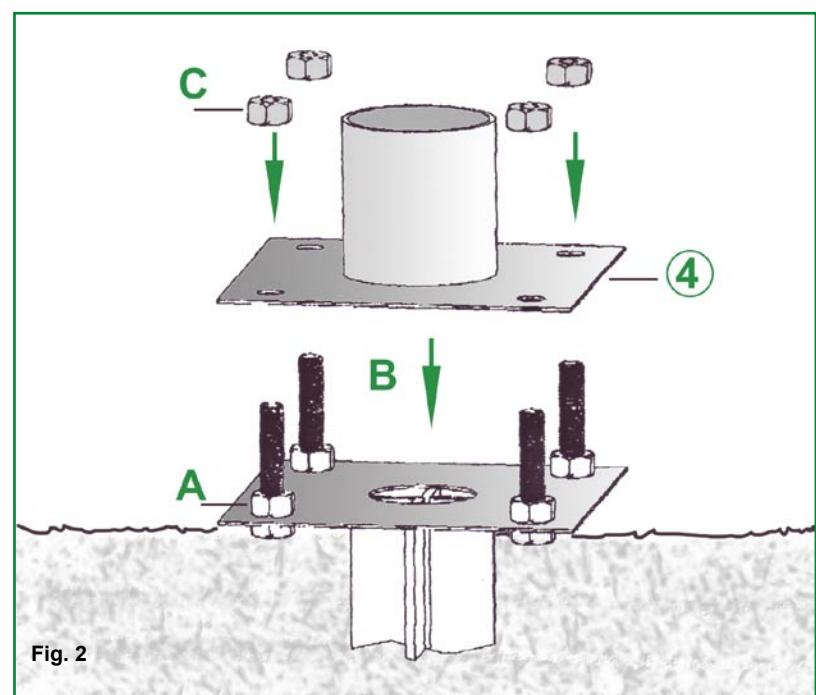

Fig. 2
- 5) Avvitare manualmente un dado (A) in ognuna delle quattro viti che sporgono dal piattello quadrato della puntazza (**Fig. 2**).
- 6) Posizionare il piattello ④ (vedi **Fig. 2**), impegnando i suoi quattro fori con le viti che sporgono dalla puntazza infissa nel terreno.
- 7) Inserire quindi un dado (C) in ognuna delle quattro viti in cui è inserito il piattello ④, allo scopo di fissarlo alla puntazza (**Fig. 2**).